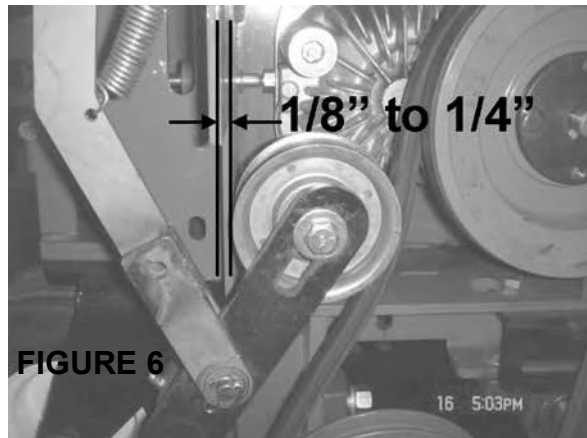

FIGURE 6
2. Déplacez le levier d'engagement de la lame jusqu'à ce que le galet soit à environ 1/8 po à 1/4 po de la plaque arrière **Figure 6**